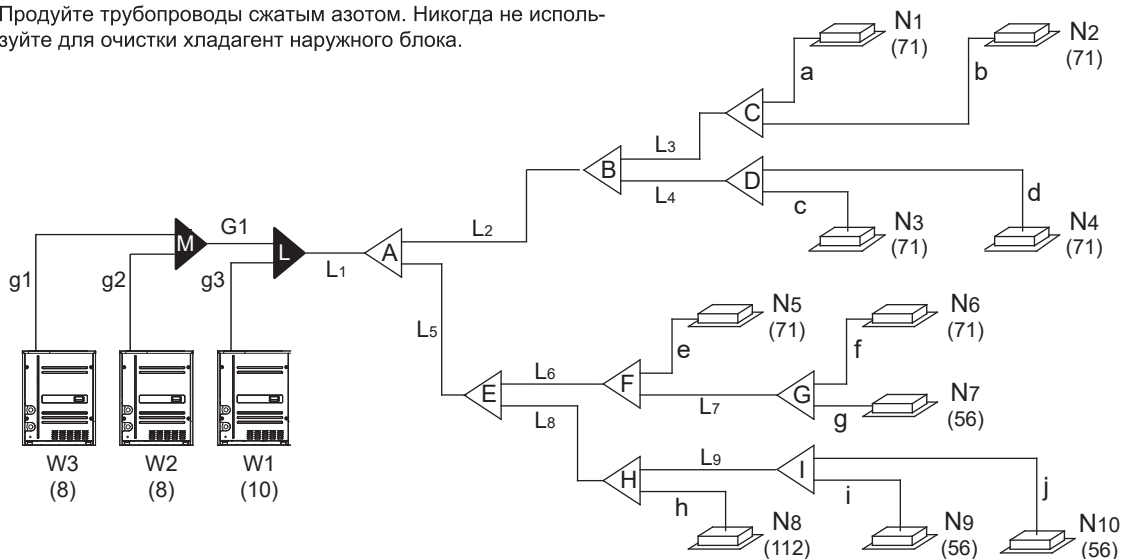

Рисунок 6-4
- 2) В качестве примера возьмем Рисунок 6-4. Предположим, что эквивалентная длина всех труб системы превышает 90 м.